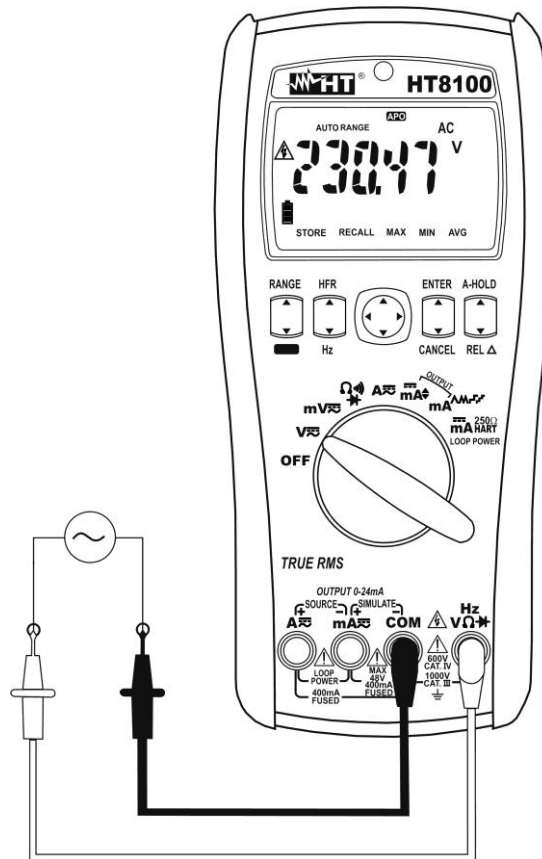

Abb. 3: Verwendung des Gerätes für Wechselspannungsmessung
5. Kontaktieren Sie die beiden Prüfspitzen der roten Messleitung und der schwarzen Messleitung mit positivem und negativem Potenzial des zu messenden Kreises (siehe **Abb. 3**). Der Spannungswert erscheint auf dem Display.